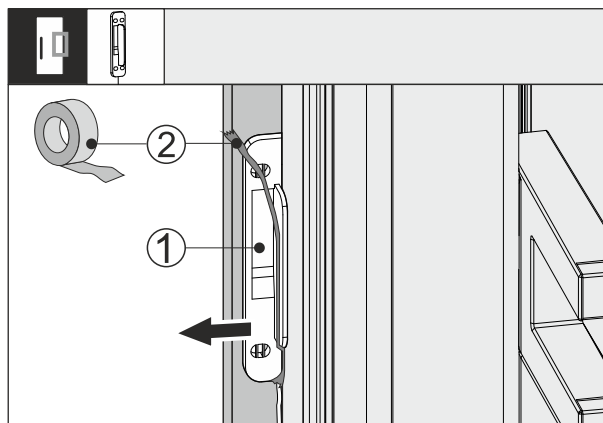

Fig. 64
- ▶ Desfaceți banda adezivă Fig. 64 (2) de pe senzorul pentru ciocănit Fig. 64 (1).